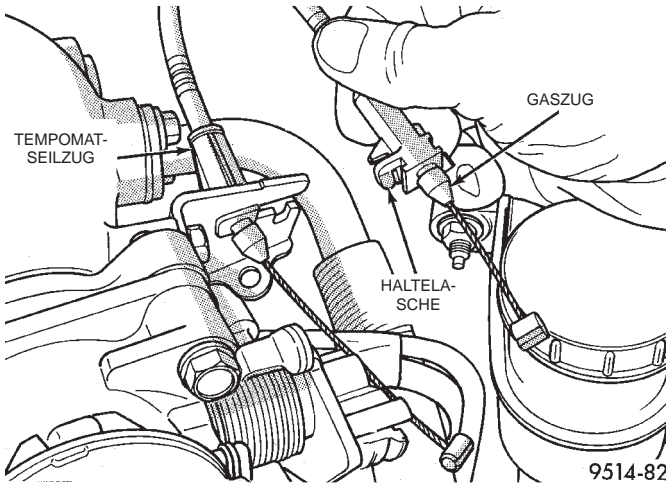

Abb. 37 Befestigung des Gaszugs
(9) Haltetasche am Gaszug abhebeln und Gaszug aus der Halterung schieben (Abb. 37). Gaszug vom Drosselklappenhebel abnehmen.
(10) Tempomat-Seilzug aus der Halterung schieben (je nach Ausstattung) (Abb. 37) und vom Drosselklappenhebel abnehmen.